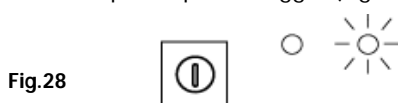

Fig.28
- La fase di riscaldamento termina quando s'illumina la spia luminosa sulla posizione "D" macchina pronta per il lavaggio. (Fig.28)